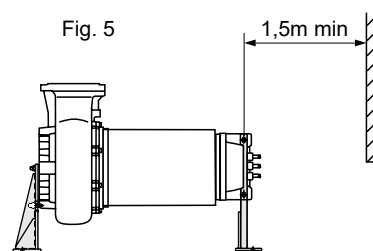

Fig. 5
- 2 - Elettropompa disposta con asse rotore orizzontale solo per K...R... N1/X1 /R su appositi supporti e bocca di mandata rivolta verso l'alto (fig.5). Disporre la pompa in posizione verticale. Smontare la maniglia e rimontarla nell'altra posizione. Sollevare la pompa e montare la staffa lato parte idraulica con le 3 viti in dotazione. Calare la pompa fino ad appoggiarla a terra. Smontare la maniglia. Montare la staffa lato motore utilizzando gli stessi bulloni impiegati per il fissaggio della maniglia. Avvitare il bullone in dotazione in uno dei 2 fori liberi della staffa lato motore: fissarlo prima in uno e provare a sollevare la macchina rendendosi conto quale dei due fori impiegare per coricare la elettropompa; in caso utilizzare l'altro foro. Mantenere la pompa sul baricentro con il paranco. Per movimentare l'elettropompa quando si trova in posizione orizzontale, sfruttare un foro libero della staffa lato motore e il golfare in dotazione fissato sulla bocca di mandata. Durante le operazioni in cui interviene il paranco, stare lontani dalla macchina almeno 1,5 m.